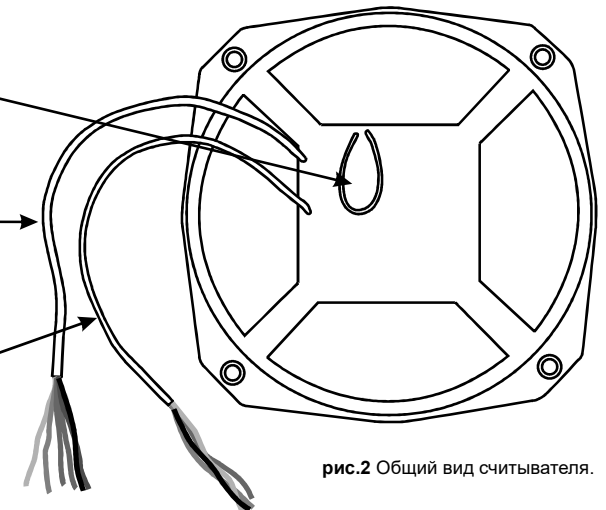

рис.2 Общий вид считывателя.
- подсоедините провода в соответствии с рис. 2, 3, 4;